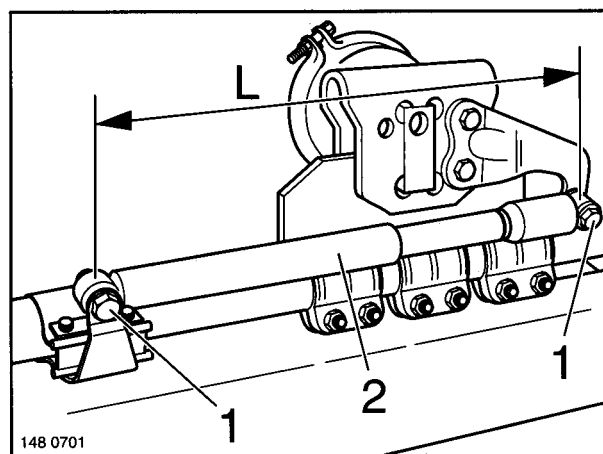
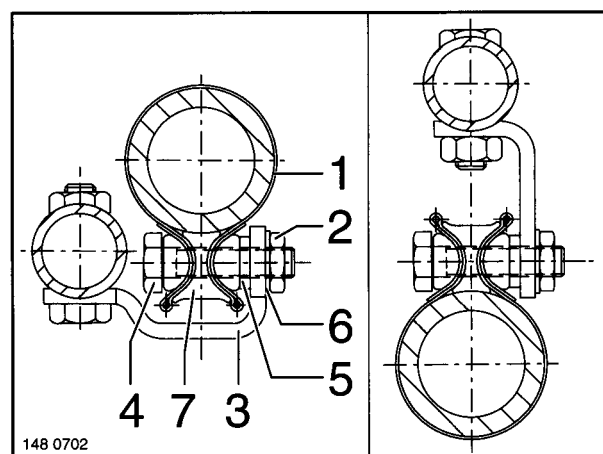

Fig. 1
Fig. 2
- (2) Si nécessaire, déposer la tôle de raccordement et le collier sur la barre d'accouplement. Pour ce faire, dévisser les écrous (figure 2/2). Retirer les rondelles (figure 2/6), la tôle (figure 2/3) et la bague (figure 2/5).
- (3) Pour enlever le collier (figure 2/1), dévisser complètement les vis 6 pans (figure 2/4) et retirer le collier et les segments.
-  Si les ressorts se situent **au-dessus** de l'essieu, l'amortisseur de direction est monté sous la barre d'accouplement (figure 2 gauche).
Si les ressorts sont placés **sous** l'essieu, l'amortisseur de direction est monté au-dessus de la barre d'accouplement (figure 2 droite).
- (2) Positionner le collier à la distance "L" (figure 1) de 472 mm pour un angle de braquage de 12° ou de 514 mm pour un angle de braquage de 20°. Veiller à la mise à zéro de la rondelle à cames du pivot. A l'aide de deux vis 6 pans (figure 2/4), monter le collier sur la barre d'accouplement. Monter ensuite la pièce profilée (figure 2/7) avec la nervure mince vers la barre d'accouplement.
- (3) Poser les bagues (figure 2/5) et la tôle profilée (figure 2/3) puis les rondelles (figure 2/6) et les écrous 6 pans (figure 2/2).
- (4) Fixer l'amortisseur de direction (figure 1/2) à l'aide de deux vis M10 à tête 6 pans (figure 1/1) et d'écrous de sûreté.
- (1) Muttern der Sechskantschrauben (Fig. 1/1) abschrauben und Lenkungsämpfer (Fig. 1/2) abnehmen.
- (2) Bei Bedarf Formblech und Schelle an der Spurstange abbauen. Dazu Muttern (Fig. 2/2) abschrauben. Federscheiben (Fig. 2/6), Formblech (Fig. 2/3) und Ring (Fig. 2/5) abziehen.
- (3) Zum Abbau der Schelle (Fig. 2/1) die Sechskantschrauben (Fig. 2/4) herauserschrauben und Schelle mit den Segmenten abnehmen.
- Bei Federn **über** der Achse wird der Lenkungsämpfer unterhalb der Spurstange montiert (Fig. 2 links).
Bei Federn **unter** der Achse wird der Lenkungsämpfer oberhalb der Spurstange montiert (Fig. 2 rechts).
- (2) Schelle auf das Abstandmaß „L“ (Fig. 1) 472 mm bei 12° Lenkeinschlag oder auf 514 mm bei 20° Lenkeinschlag ausrichten. Nullstellung der Wellendruckscheibe beachten. Schelle mit zwei Sechskantschrauben (Fig. 2/4) an die Spurstange montieren. Formteil (Fig. 2/7) mit dem schmalen Steg zur Spurstange weisend montieren.
- (3)⁴ Ringe (Fig. 2/5) und Formblech (Fig. 2/3) aufstecken, Federscheiben (Fig. 2/6) und Sechskantmutter (Fig. 2/2) aufschrauben.
- (4) Lenkungsämpfer (Fig. 1/2) mit zwei Sechskantschrauben M 10 (Fig. 1/1) und Sicherungsmutter anschrauben.